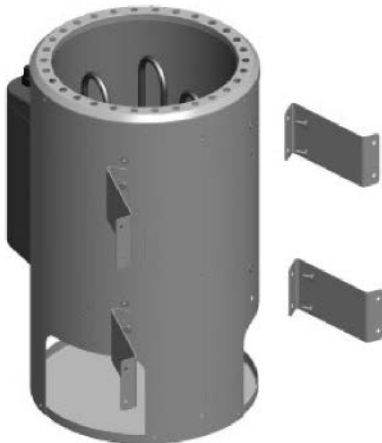

Fig. 3
- Montate 4 supporti per parete secondo la Fig. 3.